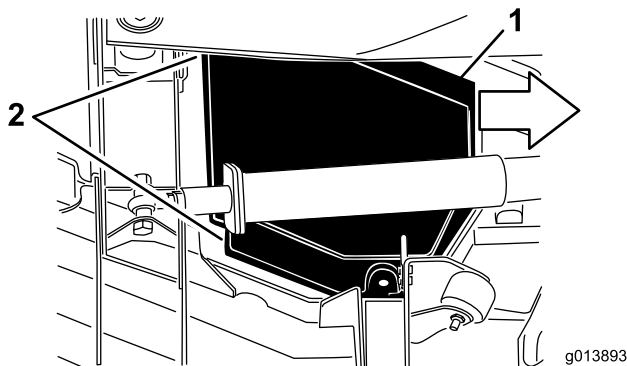

図 47
5. カバーを持ち上げながら、トラクションユニット側に約2.5cmほど引き出すと、外側カバーのエッジがデッキから外れる（図 47）。